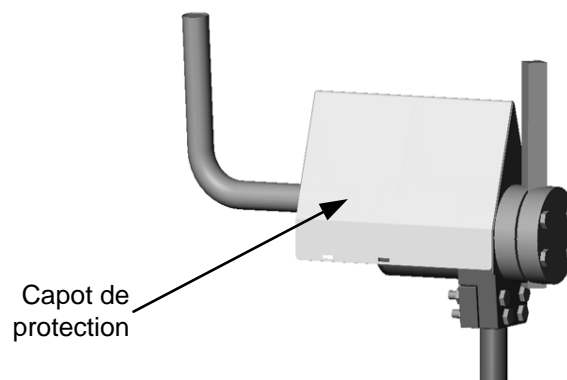

Figure 4: Capot de protection placé sur le corps de la sonde
- Un capot protecteur peut être placé sur la tête de la sonde pour la protéger des chutes de matériaux et d'une accumulation de matériau inutile (Figure 4).